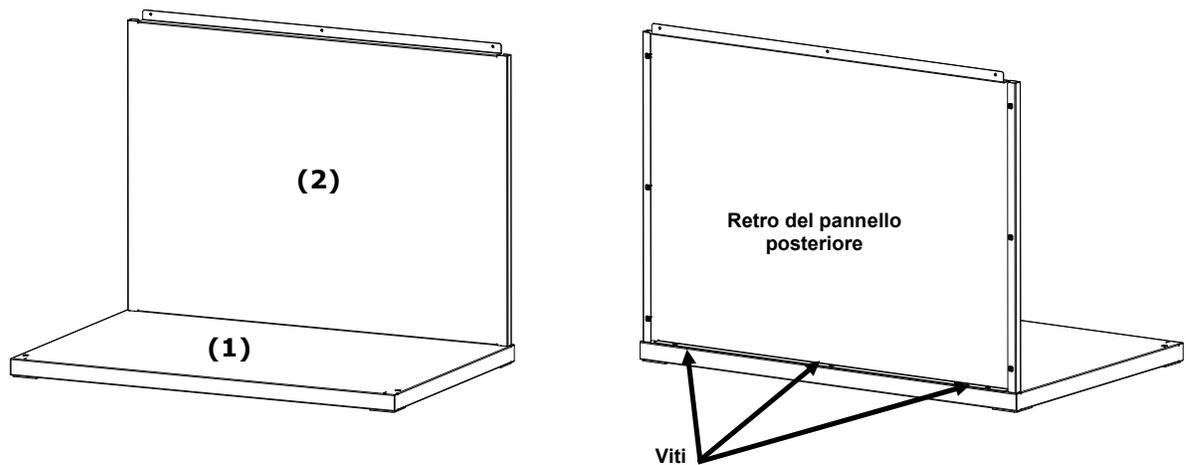

Figura 2. Pannello posteriore fissato al pannello di base
2. Inserire le linguette del pannello posteriore (2) nelle fessure posteriori del pannello di base (1). Fissare il pannello posteriore a quello di base, serrando le tre viti come illustrato nella Figura 2.